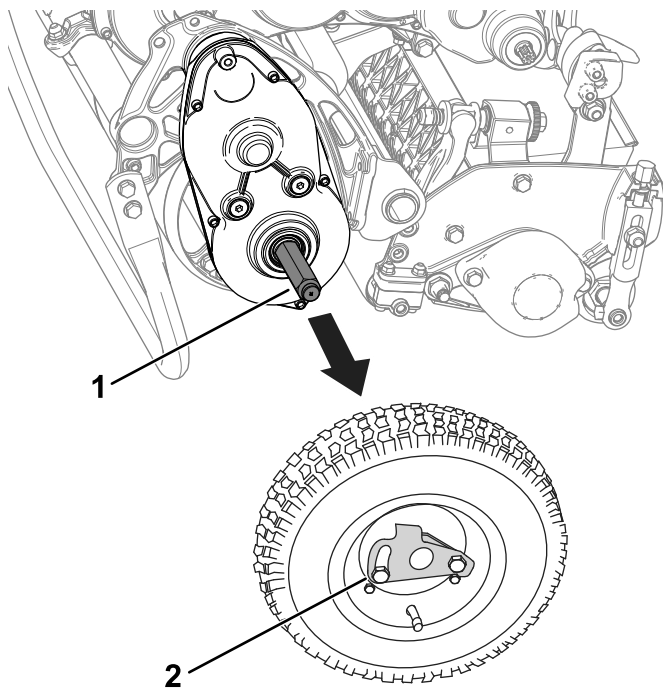

Figure 12
3. Déposez les roues de transport en poussant les clips de verrouillage hors des arbres (Figure 12).